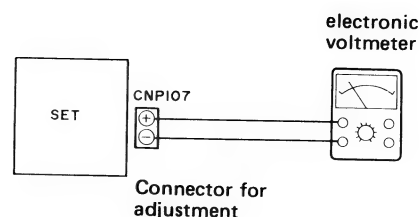

Figure 44-1
1. Make a connection of instruments as shown in Fig. 44-1, and load the set with a test record (TOSHIBA: LF-1003) or an ordinary LP record (as clean as possible) having a wide lead-out area.
1. Die Instrumente gemäß Abb. 44-1 anschließen und eine Testschallplatte (TOSHIBA: LF-1003) oder eine gewöhnliche Langspielplatte (die möglichst sauber ist) mit einem großen Einlaufbereich in das Gerät einsetzen.
1. Brancher les instruments comme le montre la Fig. 44-1 et charger un disque d'essai (TOSHIBA: LF-1003) ou un disque 33 tours normal (aussi propre que possible) qui présente une zone d'entrée large, dans l'appareil.